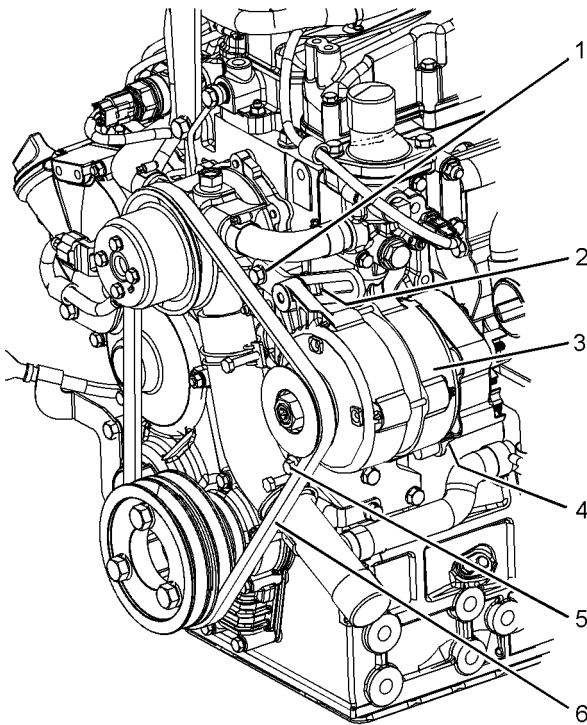

Abbildung 49
1. Den Drehstromgenerator-Riemen (6) am Drehstromgenerator (3), an der Wasserpumpen-Riemenscheibe und an der Kurbelwellenriemenscheibe positionieren. Sicherstellen, dass der Drehstromgenerator-Riemen richtig an der Drehstromgenerator-Riemenscheibe, der Wasserpumpen-Riemenscheibe und der Kurbelwellenriemenscheibe positioniert ist (siehe Abbildung 49).
2. Den Drehstromgenerator (3) vom Motor weg schieben, um den Riemen (6) auf die richtige Spannung einzustellen.